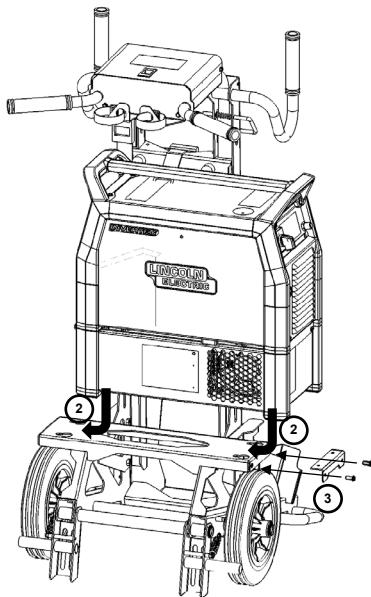

Abbildung 4
2. Schieben Sie die Stromquelle mit Kühler in die Löcher der Platte (Abbildung 4).
3. Schrauben Sie die metallene Blockierung fest, um zu verhindern, dass sich das gesamte Gerät bewegt (Abbildung 4).